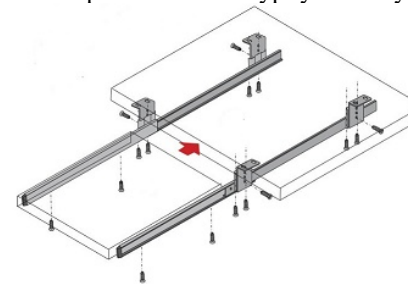

Рис.7
9. Закрепить клавиатурную полку поз.№8 (Рис.7).